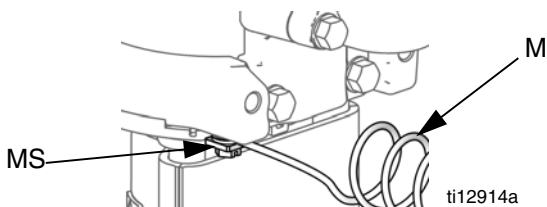

ABB. 2. Erdungsschraube und -draht
1. Pumpe: Siehe ABB. 2. Sicherstellen, dass Erdungsschraube (MS) installiert und sicher am Luftmotor befestigt ist. Das andere Ende des Erdungsdrahts (M) mit einem Erdungsanschluss verbinden.